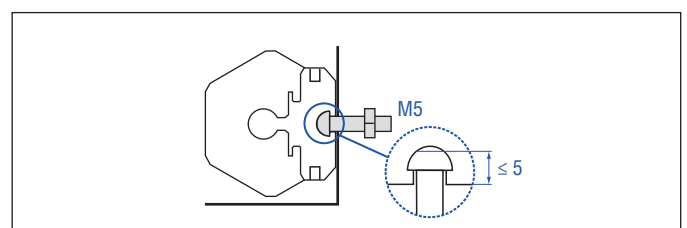

Abb. 6: Nutenstein M5 in T-Bodennut (Artikelnr. 401 602)
**Alternativ:** Bei engen Einbauverhältnissen kann der Profilsensor auch über die T-Spur im Profilboden mit einer Zapfenmutter oder einem Nutenstein M5 (Artikelnr. 401 602) montiert werden (Abb. 6).